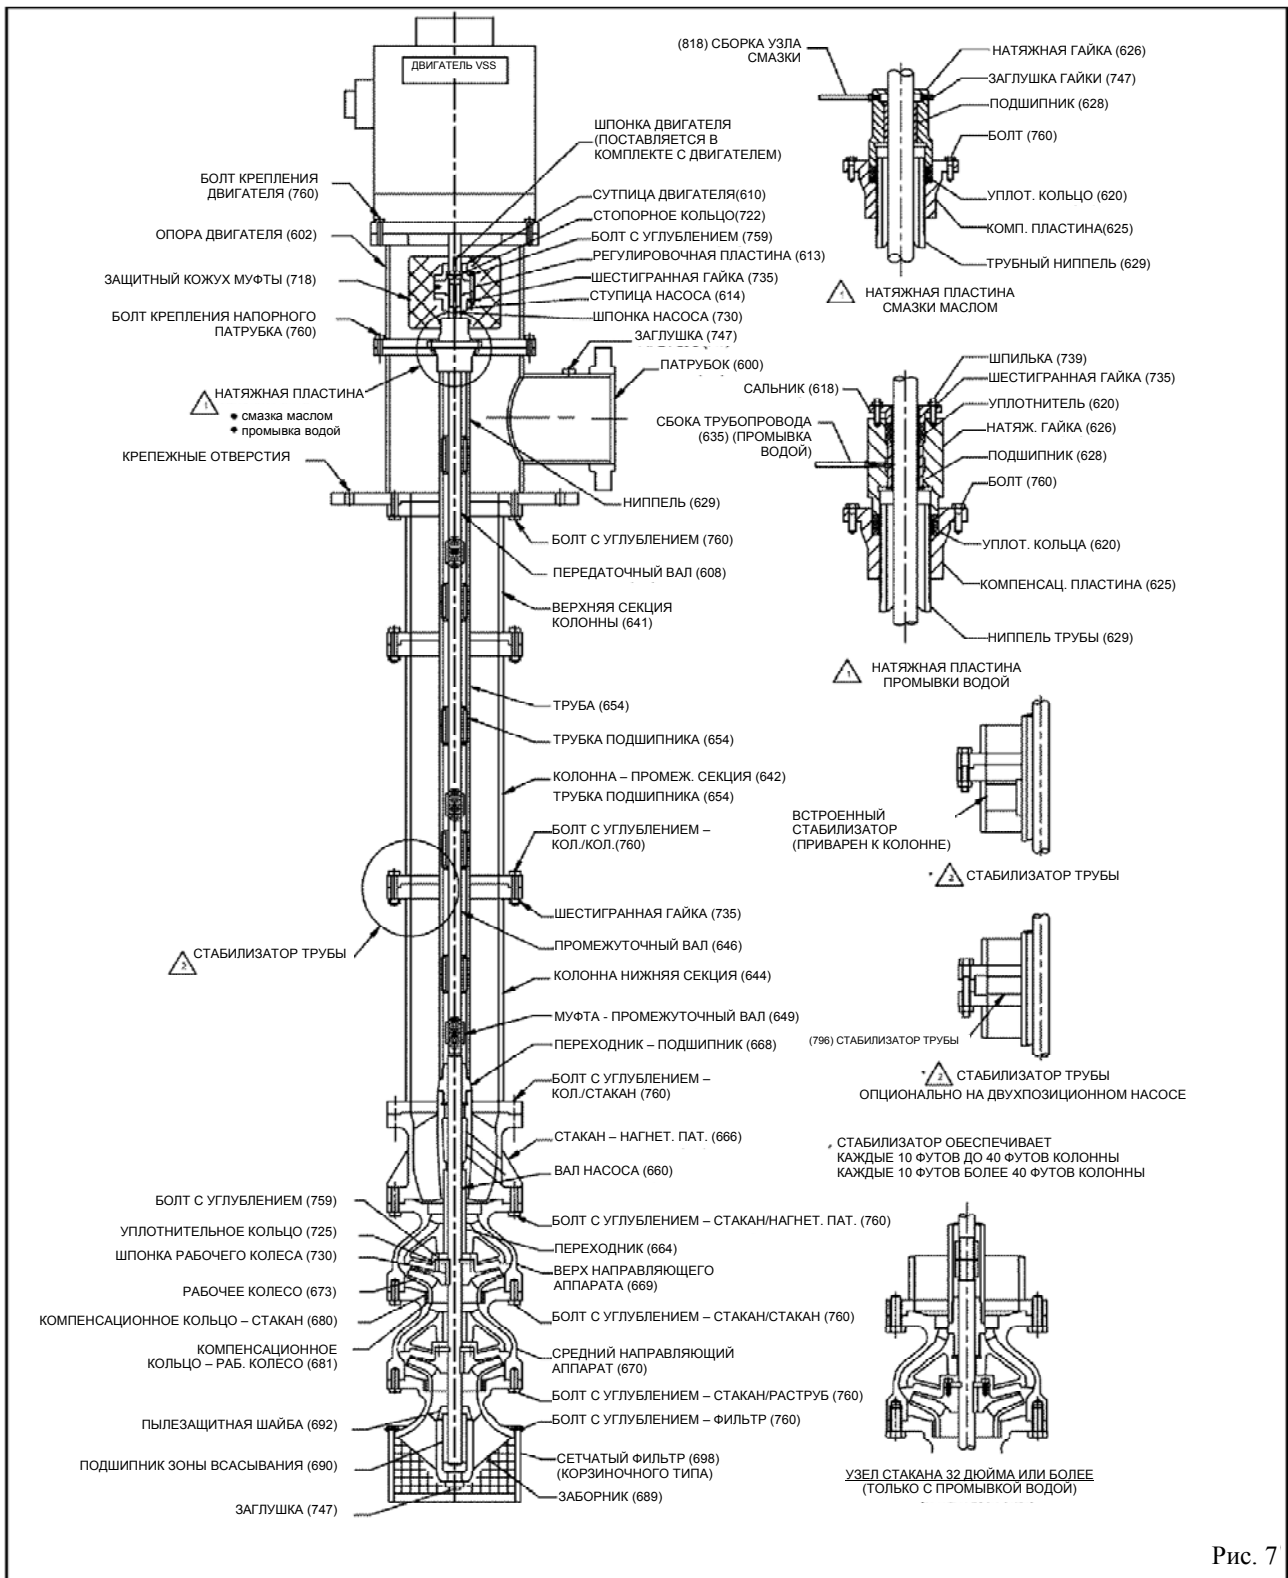

Рис. 7
2. См. Рис. 7. Нанесите тонкий слой смазки на вал насоса и на резьбу соединения (649) (для неистираемых материалов, или Molykote для изнашивающегося материала). Закручивайте муфту вручную до тех пор, пока не почувствуете сопротивление. Тонкая проволока, вставленная в высверленное отверстие в центр соединения, может быть использована в качестве щупа для определения правильного положения соединения на вале насоса. Удалите проволоку после установки муфты. Завершите соединение, используя пару газовых ключей, один на вершине вала насоса (660) и другой на соединении (649). Вставьте верхний вал в соединение до упора. Не используйте газовые ключи для затяжки на поверхности шейки подшипника.
3. Трубка вала и оградительная трубка обычно изготавливаются длиной 10' (3м), кроме того, прилагается еще одна трубка длиной, как правило, короче, которая необходима для правильного монтажа. То же относится и к трубе колонны. Оградительная трубка (654), хотя и выполняется длиной 10' (3м), как описано выше, в действительности, состоит из коротких секций, скрепленных друг с другом бронзовыми внешними трубными подшипниками (656). Самая верхняя часть трубы вала – наконечник трубы (629), который достигает нагнетательного патрубка (600), может отличаться своей длиной секцией с внешней резьбой.
4. Закрепите маленькие подгоночные трубные тиски для подъема узла к 10' (3м) оградительной трубе (654), поднимите ее и затем опустите узел на первую секцию вала, прикрепленного к нагнетательному устройству (чаше). Если данные тиски не имеются в наличии, используйте пеньковую веревку, закрепленную на трубе мертвой петлей или двойной мертвой петлей.
5. Используйте устройство "Never Seize" или другие незатвердевающие материалы для определения размера отверстий подшипников верхних болтов насоса (664) и затяните их.
6. Установите первую секцию трубы колонны (644) над трубой (654) следующим образом: Установите два болта с проушиной в диаметрально противоположных позициях в верхней фланец нижней колонны (644). Закрепите лебедку болтами и подъемным крюком. Поднимите секцию колонны над оградительной трубой/стаканом. Опустите колонну над оградительным валом (654) насоса до тех пор, пока фланец колонны не совпадет с отверстием нагнетательного фланца стакана (669). Вставьте столько стяжных болтов (760) в оба фланца, сколько возможно. Последовательно затяните стяжные болты в диаметрально противоположных парах.
8. Налейте около кварты легкого турбинного масла сверху трубной секции и закрутите трубный подшипник (656) наверху секции, чтобы иметь возможность установить следующую трубную секцию.